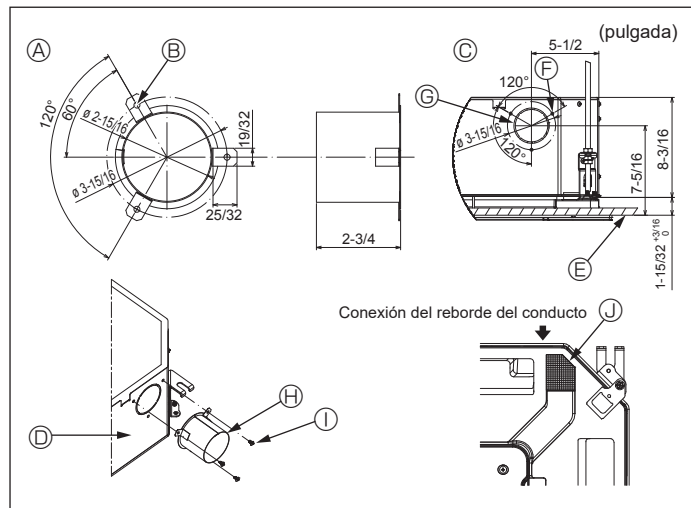

Fig. 2-3
2.3. Instalación del conducto (en el caso de entrada de aire fresco) (Fig. 2-3)